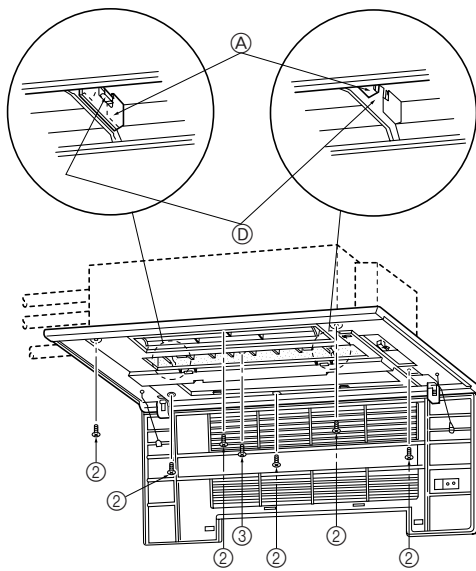
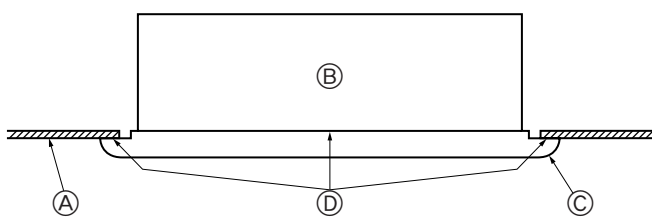

Fig. 5-5
Fig. 5-6
- 调整前侧面板以便正好适合于墙壁和天花板之间的夹角, 并在左右两侧四个位置安装固定螺栓② (随格栅提供), 保持其稍微松开。(Fig. 5-5)
- 接下来拧紧固定螺栓②和三处中间位置的固定螺钉③。
- 最后拧紧左右两侧四个位置的固定螺栓②。
- 在这里, 确保室内机组和前侧面板之间没有缝隙, 以及前侧面板和天花板之间也没有缝隙。如果有缝隙, 则可能会有风进入和导致滴水 (Fig. 5-6)。
- \* 完全拧紧固定螺栓②和固定螺钉③。